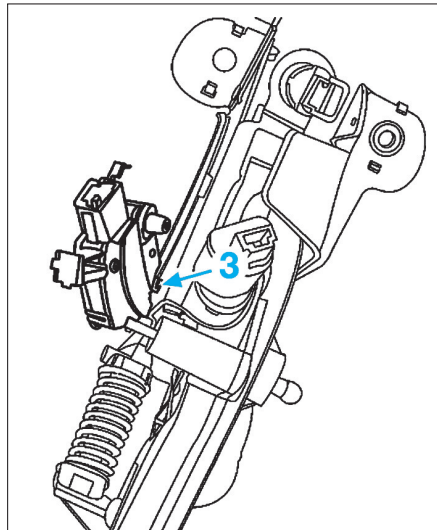

FIG. 13
- Basculer le capteur vers la gauche en prenant soin de ne pas détériorer la patte de fixation inférieure du capteur (3) (Fig.13).